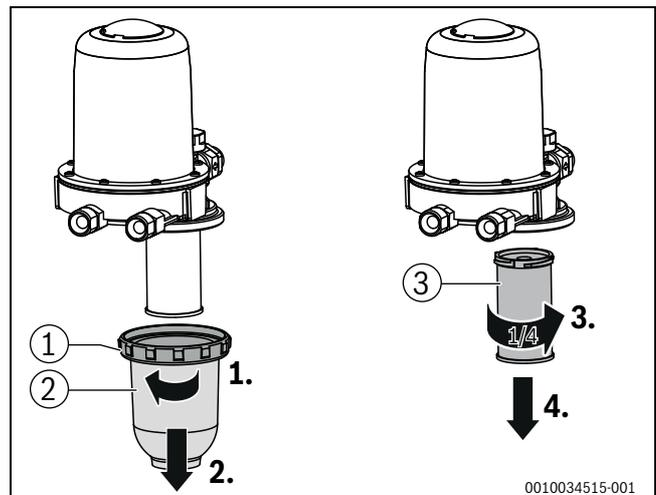

Bild 79 Filtertasse entfernen
- ▶ Überwurfmutter (→Bild 79[1]) entfernen.
- ▶ Filtertasse (→Bild 79, [2]) abnehmen.
- ▶ Ölfiltereinsatz (→Bild 79, [3]) mit einer Viertel-Umdrehung gegen den Uhrzeigersinn lösen.
- ▶ Ölfiltereinsatz (→Bild 79, [3]) ansetzen und mit einer Viertel-Umdrehung im Uhrzeigersinn befestigen.
- ▶ Filtertasse mit Überwurfmutter (→Bild 79, [1] und [2]) montieren.